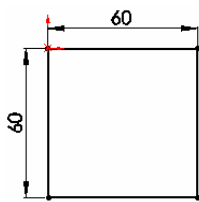

图 5-19 绘制的草图
❶ 设置基准面。在左侧的“FeatureManager 设计树”中用鼠标选择“上视基准面”作为绘制图形的基准面。
❷ 绘制草图。选择菜单栏中的“工具”→“草图绘制实体”→“矩形”命令，以原点为一角点绘制一个边长为 60 的正方形，结果如图 5-19 所示。